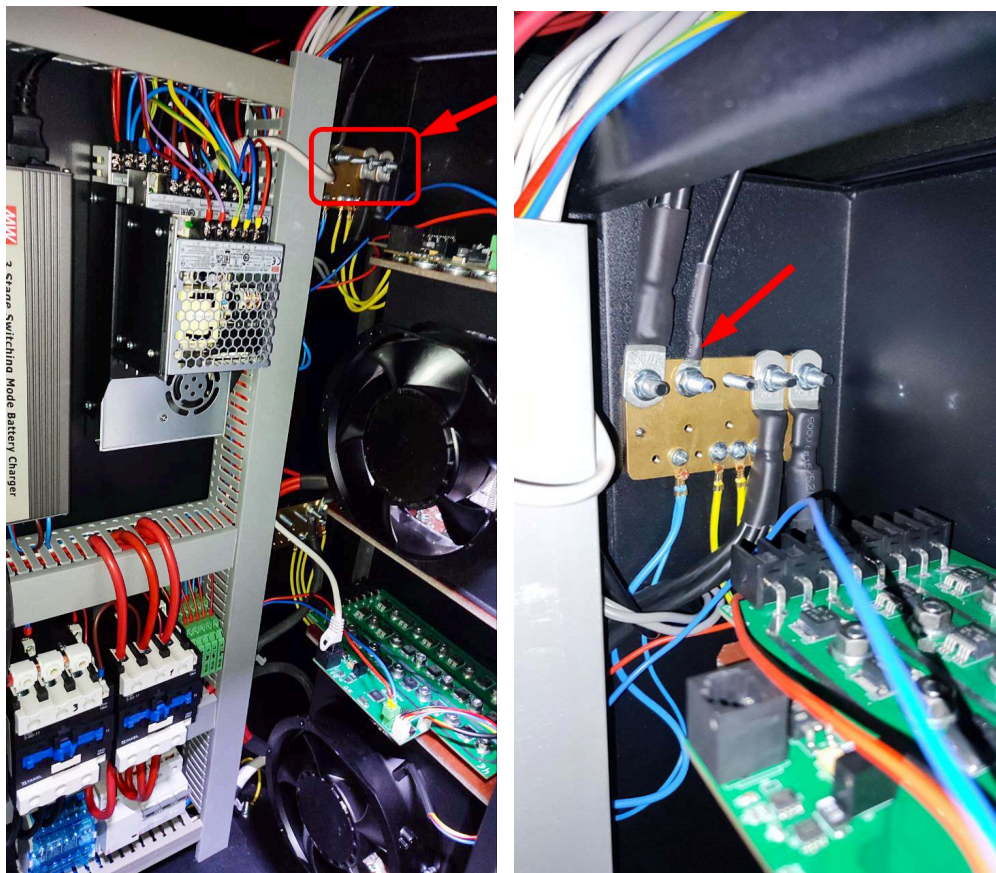

Рисунок 8
2. Подключите чёрный провод выхода блока питания (поз. 3 рис. 6) к минусовой медной шине см. рис. 8.